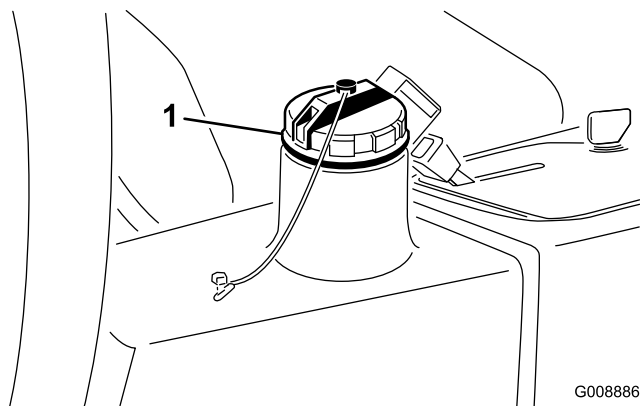

Figura 27
2. Limpie la zona alrededor del cuello de llenado y el tapón del depósito hidráulico (Figura 27). Retire el tapón.